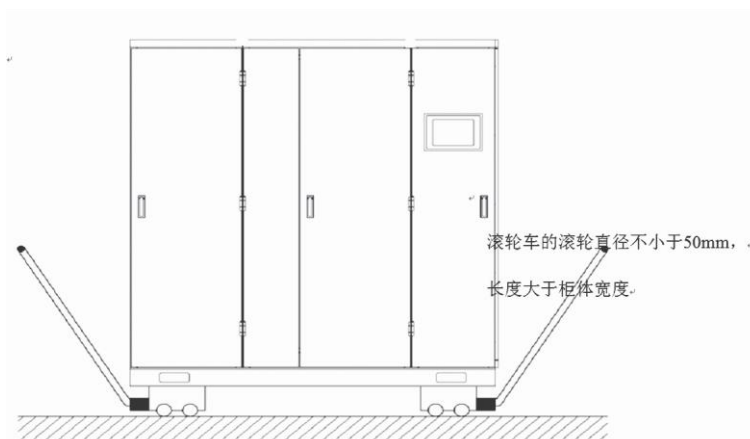

图 7.6 滚筒车搬运示意图
3) 滚筒车：用滚筒车搬运时，必须将滚筒车放在底座槽钢的下面。如图 7.6 所示：